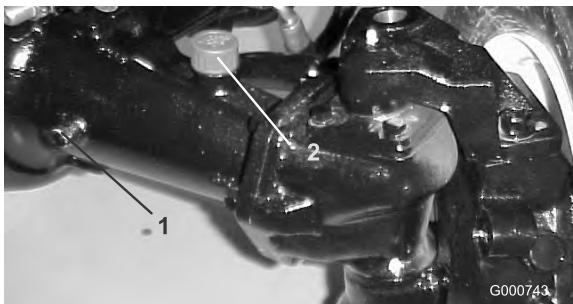

図 70
2. アクスルの一方の端部から点検用プラグ(図 70)を抜き、穴の高さまで潤滑油があることを確認する。量が不足の場合は、給油プラグ(図 70)をはずして補給する。